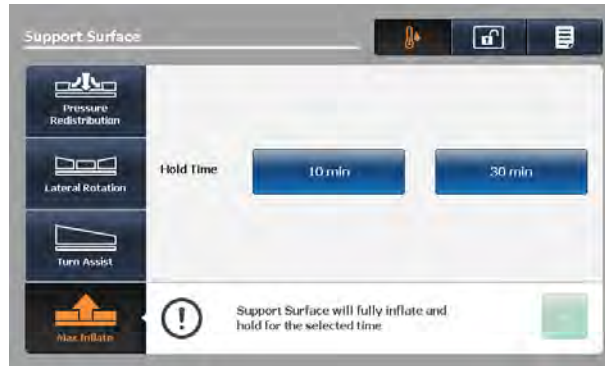

Figure 2-65 : Écran de gonflage maximum
1. Toucher **Max Inflate** (Gonflage maximum) (Figure 2-65 à la page 2-76).